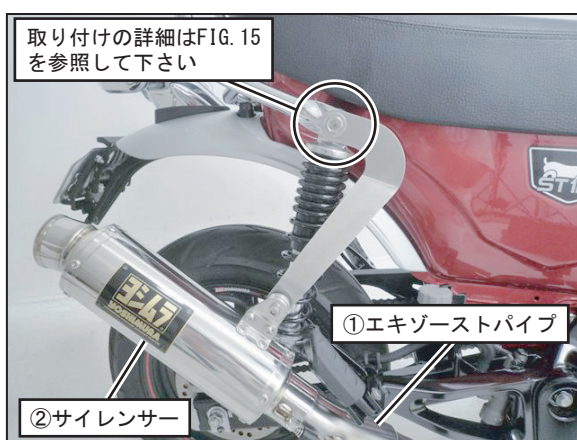

FIG. 14
9. ②サイレンサーに取り付けた③サイレンサーステー#1の穴位置を④サイレンサーステー#2の穴位置に合わせ、⑤キャップボルトM8×35、⑧平ワッシャM8×26、⑬スペーサーカラー8-26-6、⑩フランジナットM8を使用して仮締めして下さい。(FIG. 14, 15 参照)